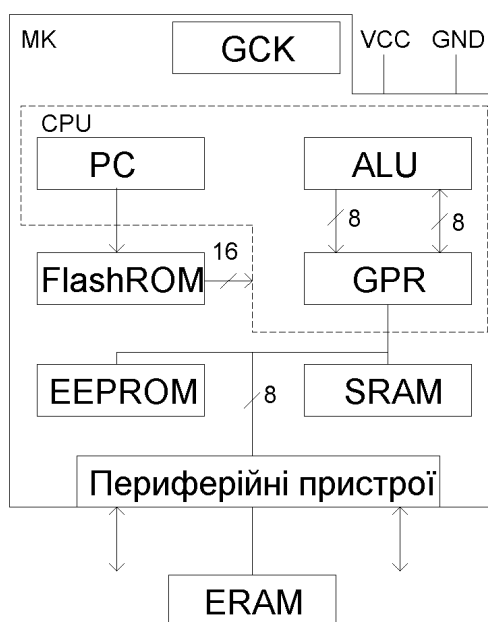

Рисунок 1.1 – Узагальнена структурна схема AVR мікроконтролера
Мікроконтролери сімейства AVR мають єдину базову структуру. Узагальнена структурна схема мікроконтролера зображена на рис. 1.1.
- лічильник команд (PC);
- блок регістрів загального призначення (GPR, General Purpose Registers) і інші елементи, не показані на схемі рис. 1.1.